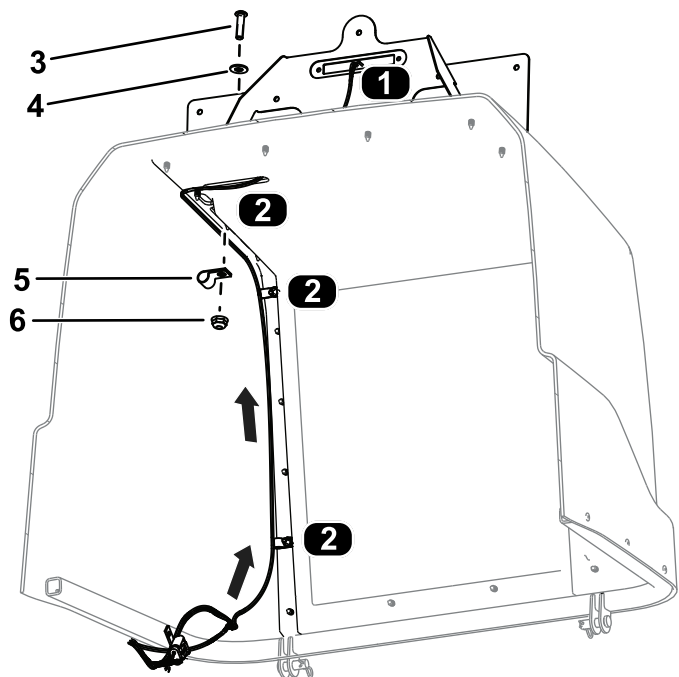

Bild 38
9. Verlegen Sie den mit LICENSE LIGHT (J01, J02) gekennzeichneten Kabelbaumanschluss durch die Haube und schließen Sie ihn an der Kennzeichenbeleuchtung an (Bild 38).
10. Befestigen Sie den Kabelbaum mit drei Innensechskantschrauben ($\frac{1}{4}$ " x 1"), drei Unterlegscheiben, drei Klemmen und drei Bundmuttern ($\frac{1}{4}$ " an der Haube, wie in Bild 38 dargestellt.